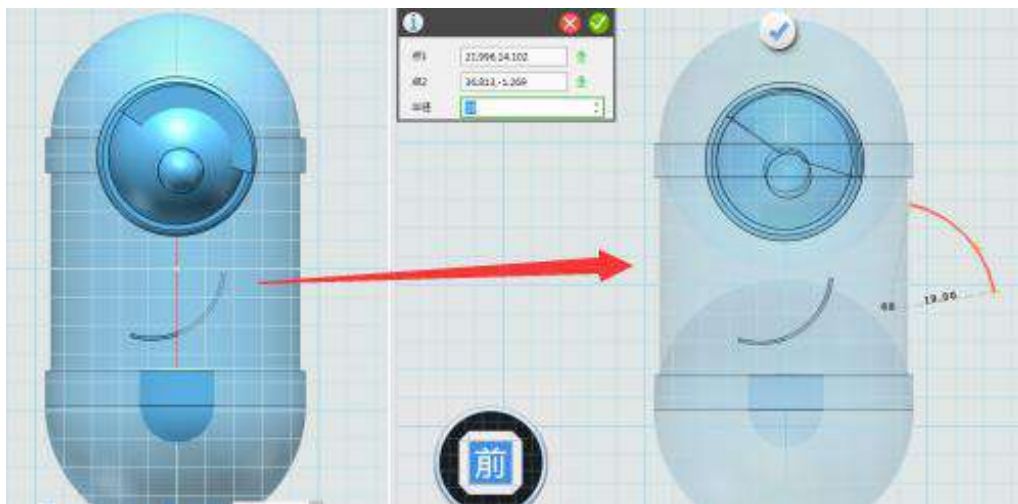

图 1-28
Step 28 点击前视图，选择圆弧工具，绘制一条如下图 1-28 所示的弧线，一定要点击圆柱体身体，使中心点在圆柱体的中心处。